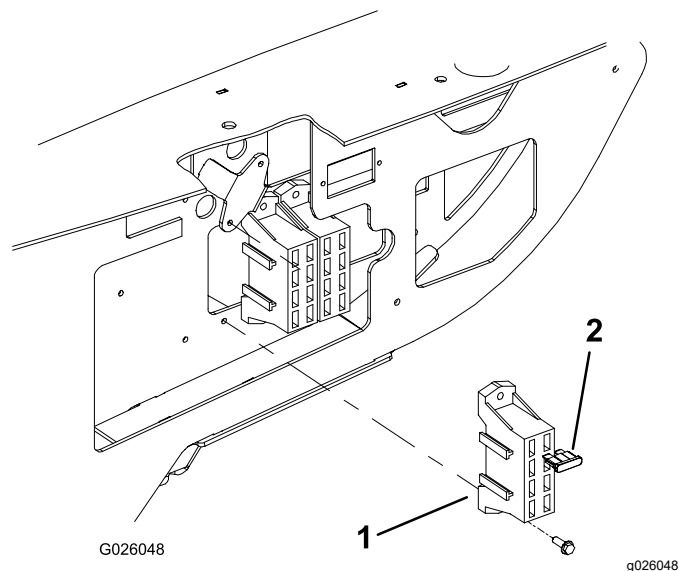

Figura 3
2. Monte o bloco de fusíveis junto ao bloco de fusíveis existente com dois parafusos #8 x ½ pol. (Figura 3).